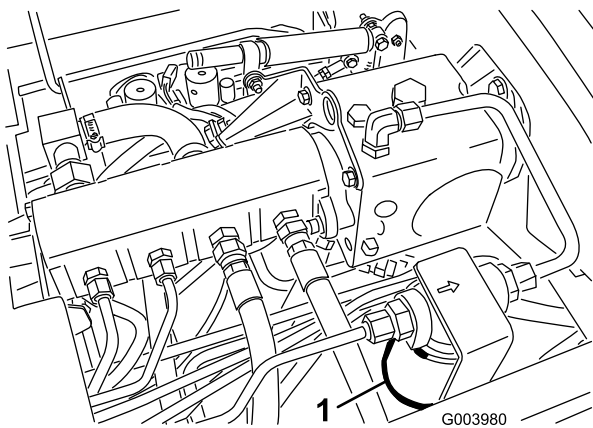
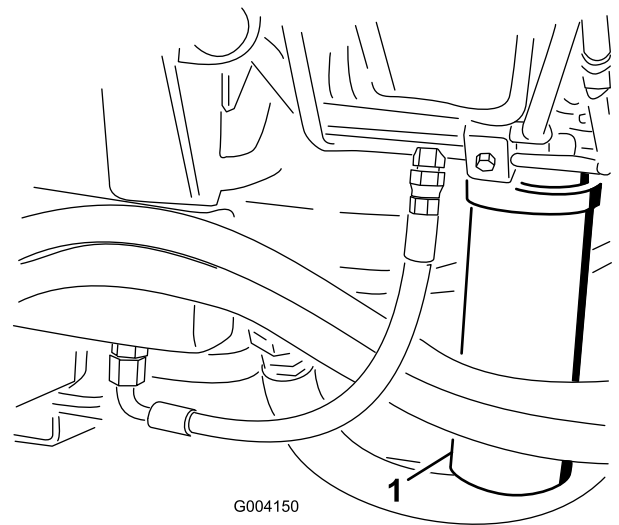

図 79
図 80
2. フィルタ取り付け部付近をきれいに拭き、下に容器を置く(図 79と図 80)。